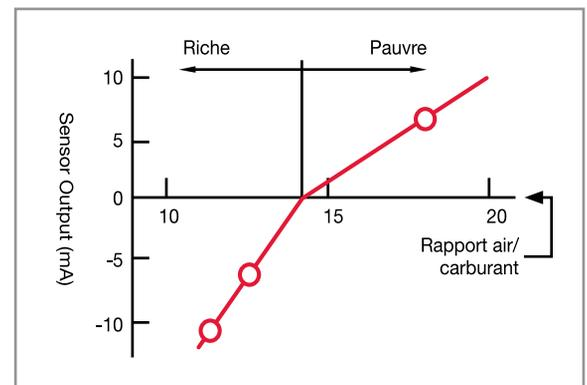

Fig. 7: A/F Sensor Output.
- > Une **Sonde air/carburant** envoie un faible courant compris entre -10 mA et +10 mA, où la sortie est une valeur stable, proportionnelle au rapport air/carburant (Fig 7).